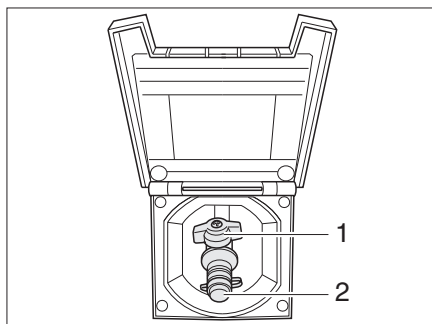

Fig. 89 Presa gas esterna, rubinetto di arresto del gas chiuso
La presa gas esterna (Fig. 89) si trova, a seconda del modello, nella parte posteriore o sul lato destro o sinistro del veicolo.
- Collegare l'apparecchio a gas esterno all'attacco (Fig. 89,2).
- Aprire il rubinetto di arresto del gas (Fig. 89,1).